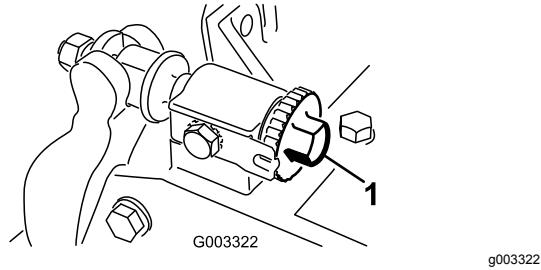

图12
- 逆时针旋转底刀架调节螺丝确保底刀架不与滚刀接触 **图12**。